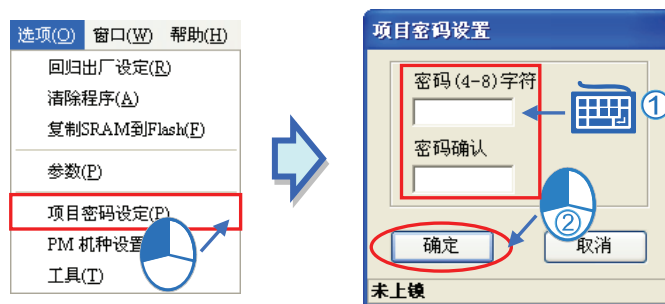

图 13-45 项目密码
项目密码的主要功能在于保护整体的项目程序，若用户开启某个设有项目密码的项目后，当欲开启该项目中的程序 POU 时，系统便会要求输入正确的密码之后才允许开启。选择 **选项 (O) > 项目密码设定 (P)**，于项目密码设定窗口设定项目密码，按下「确定」完成项目密码设定，如图 13-45。